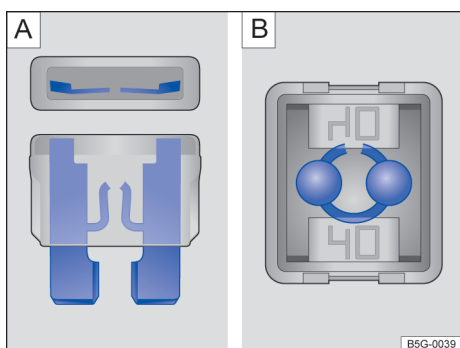

Fig. 210 Fusível queimado:  fusível plano,  fusível de bloqueio.
- Um *fusível plano (ATO®, MINI®)* queimado é reconhecido de cima ou de lado pela carcaça transparente nas faixas metálicas derretidas → Fig. 210 **A**.
- Um *fusível de bloqueio (JCASE®)* queimado é reconhecido pelas faixas metálicas derretidas por cima da carcaça transparente → Fig. 210 **B**.